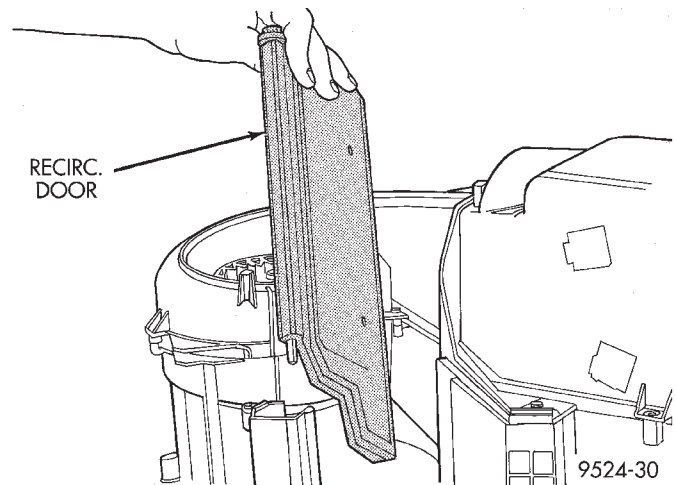

Fig. 52 Recirc. Door
(7) Remove Recirc. door (Fig. 52).